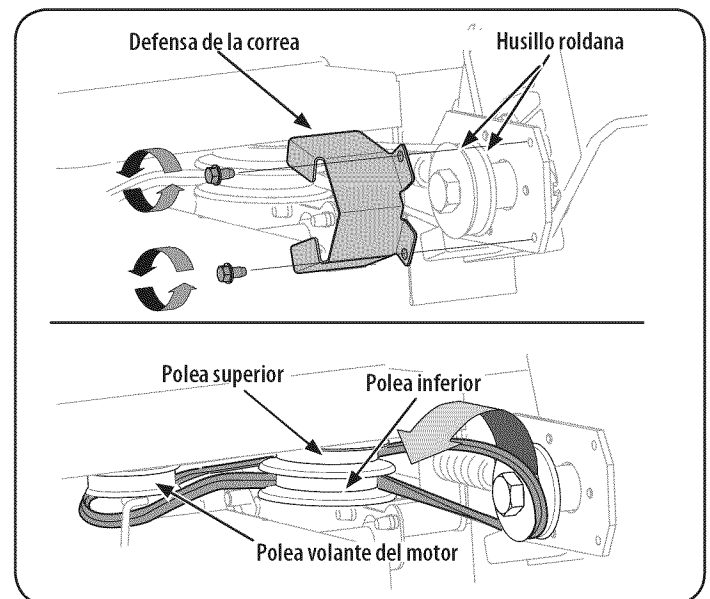

Figura 16
NOTA: Asegúrese de que la correa de transmisión está correctamente asentada sobre el husillo de la cuchilla y que se encuentra cómodamente ubicada sobre los bordes del husillo (vea la Figura 16) y no pellizcada entre ellos. Repita los tres primeros pasos si la correa está pellizcada.
3. Retire la guarda de la correa de las poleas del husillo sacando los dos tornillos autoroscantes que la sujetan al montaje de la placa de la cuchilla. Vea la Figura 16.
4. Cuidadosamente retire la correa de las poleas, verificando una vez más la orientación de la correa. Descarte la correa. Vea la Figura 16.
NOTA: Asegúrese de que el lado "V" de la correa está asentado sobre la polea superior y que el lado plano de la correa está asentado sobre la polea inferior. Vea la Figura 16.